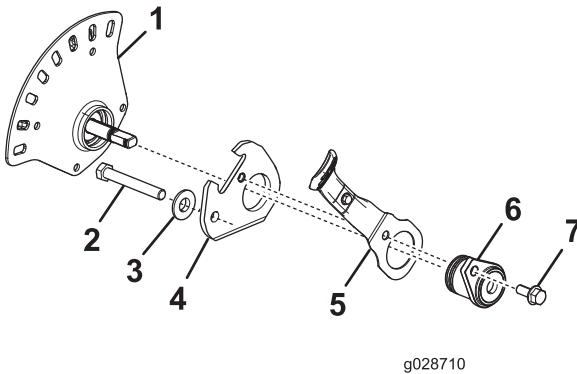

Figura 4
6. Desmonte las partes restantes del conjunto (Figura 4).